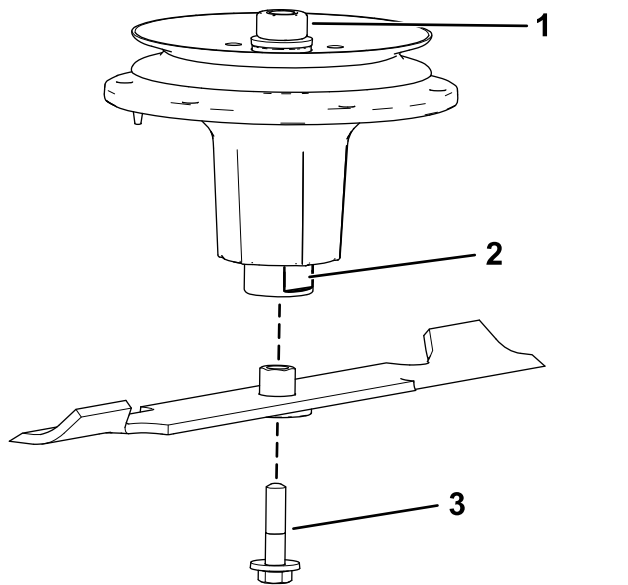

Figure 107
2. Installez l'ensemble douille et lame sur l'axe de pivot (Figure 107).